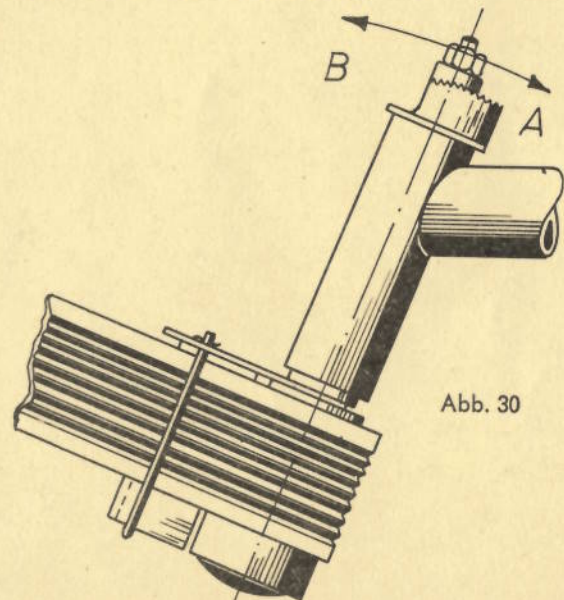

Abb. 30
- b) Läuft der Gurt oben an (Abb. 30) so verstellen Sie in Richtung "A"